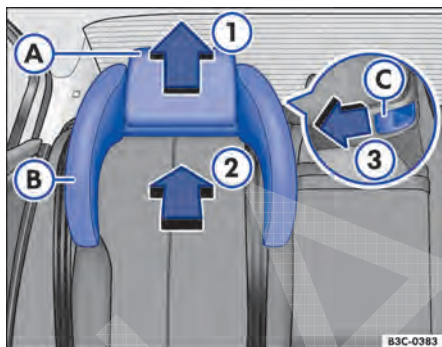

Fig. 91 Cadeira de criança integrada: encaixar os apoios para cabeça laterais.
- Empurrar o apoio para cabeça ⇒ **Fig. 91 A** para cima **1**.
- Empurrar o apoio para cabeça ⇒ Fig. 91 (A) para cima ①.
- Empurrar o botão de destravamento ⇒ Fig. 91 (C) no sentido da seta ③ para poder retirar o apoio para cabeça lateral.